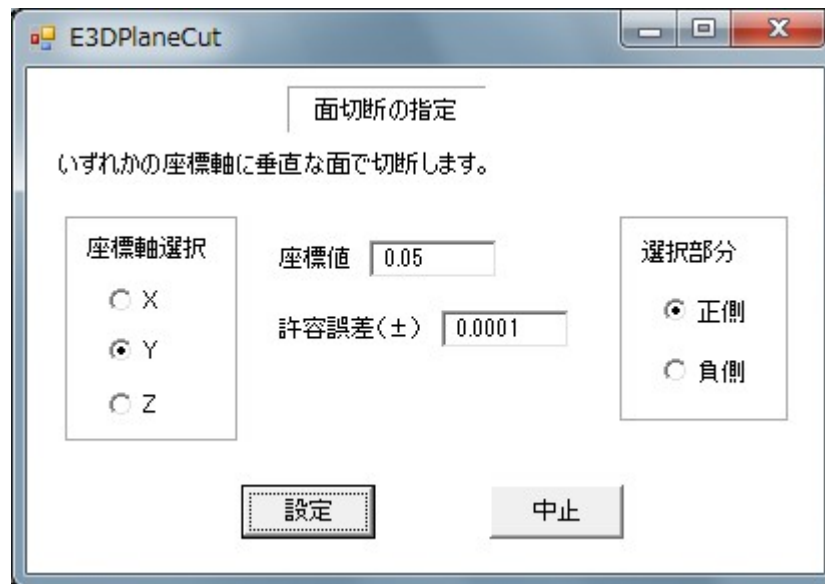

図4-36 面切断設定の画面
18) 「面切断設定」ボタンをクリックすると、図4-36の面切断設定の画面に移り、面切断の仕方を設定できます。この面切断とは、座標軸に直角な平面で構造を切断し、2分割されたいずれかの構造図を描くものです。図4-36の画面では次のように操作します。